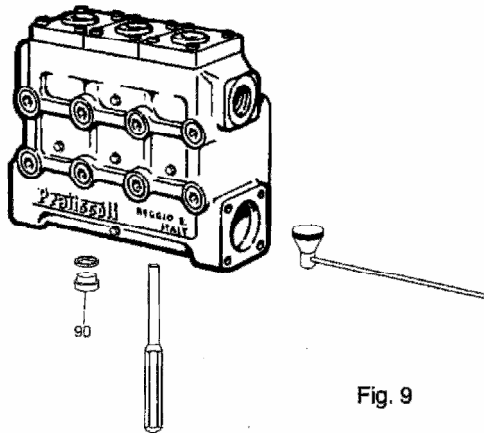

Fig. 9
- Wenn der Ventilsatz festsetzt, besteht die Möglichkeit durch Herausschrauben der Stopfen Nr.56 (siehe Fig. 9 + 10), von unten die Ventile nach oben zu drücken.